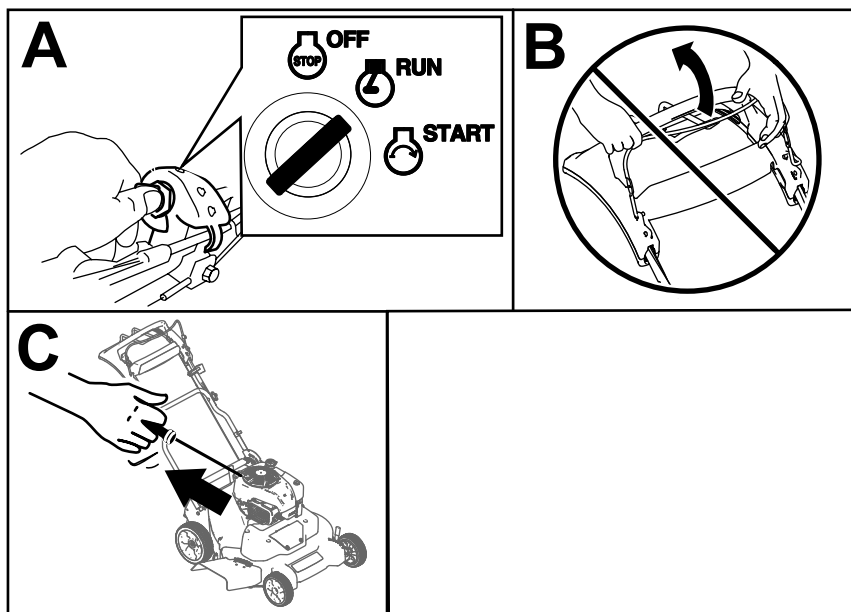

Figura 16
1. Portate la chiave di accensione sulla posizione FUNZIONAMENTO (riquadro A della Figura 16).
Importante: Non tentate di avviare il motore con la barra di comando della lama innestata, in quanto potreste fare scattare il fusibile (riquadro B della Figura 16).
2. Tirate lentamente la maniglia di avviamento a strappo fino ad avvertire una certa resistenza, quindi date uno strappo (riquadro C della Figura 16). Lasciate che il cordino si riavvolga sul motore lentamente.